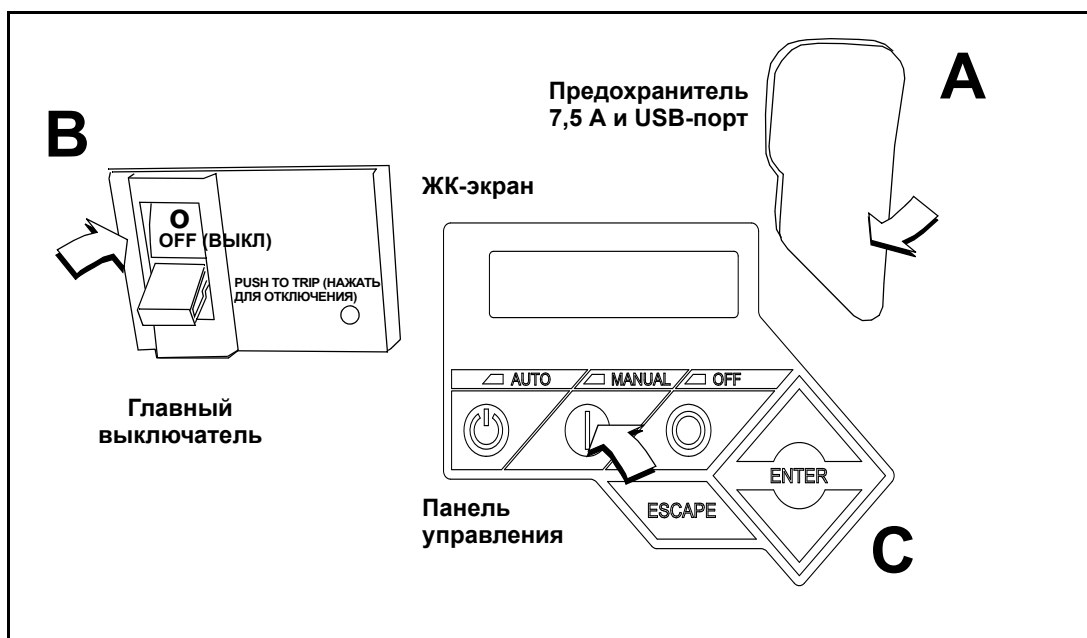

Рис. 3-5. Панель управления генератора
1. Приподнимите защитный резиновый клапан, покрывающий держатель для предохранителя, и установите предохранитель 7,5 А. См. пункт «А» на Рис. 3-5.
2. Переверните главный выключатель вниз в положение OFF (ВЫКЛ) (Разомкнутое положение). См. пункт «В» на Рис. 3-5.
3. Нажмите MANUAL (РУЧНОЙ) на панели управления, чтобы запустить двигатель. Сработает синий светодиод, подтверждающий переход системы в режим MANUAL (РУЧНОЙ). См. пункт «С» на Рис. 3-5.